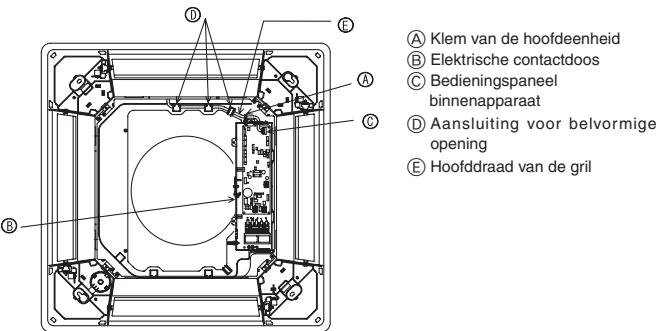

Fig. 5-8
5.4.4. Aansluiten van de bedrading (Fig. 5-8)